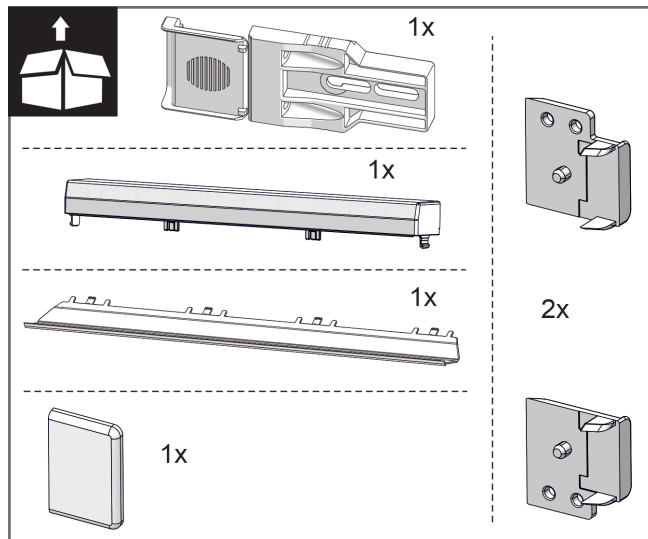
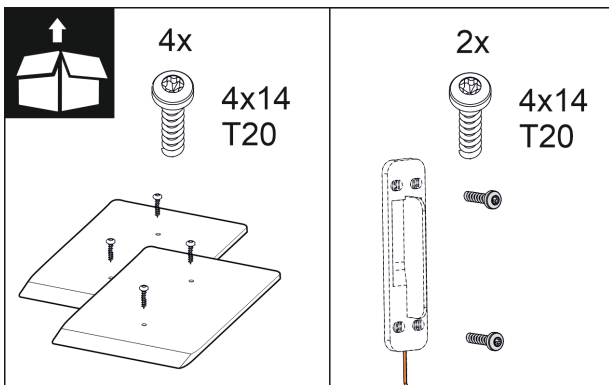

Fig. 10
Fig. 16
2. Comprobar las piezas de montaje en el paquete adicional. *Fig. 10 ()* a *Fig. 16 ()*
### Piezas de montaje en el paquete adicional *Fig. 10 ()* hasta *Fig. 16 ()*